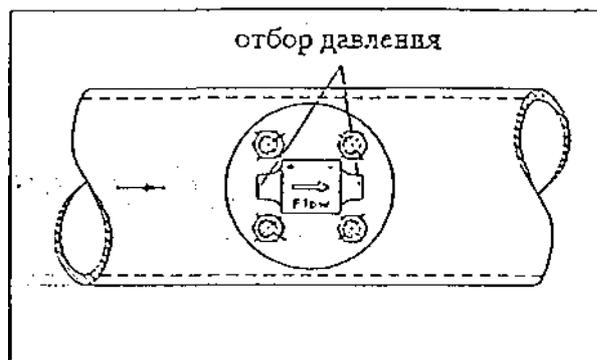

Рис. 1. Положение отборов давления при горизонтальном расположении труб
2. Прикрепите сварную муфту к трубе, соблюдая воздушный зазор в 2 мм. Направьте фланец так, чтобы отверстия для крепления фланца составляли с осью трубы угол 22,5 градусов (см. рис. 1) и приварите муфту.
- толщина стенок в месте монтажа зонда Как для горизонтально расположенных труб, так и для вертикального расположения труб конденсирующие ёмкости должны составлять одну горизонтальную линию по отношению к зонду (см. рис. 1 и 2).